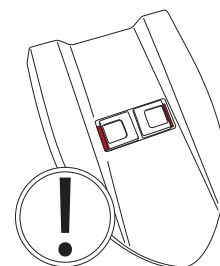

Fig.20
- Надавите на крышку пока не почувствуете, что два подвижных фиксатора на баке защелкнулись; фиксаторы должны передвинуться к наружной части крышки (рис. 20).
Крышка установлена правильно, когда не виден задний КРАСНЫЙ фон в гнездах крышек (рис. 20).